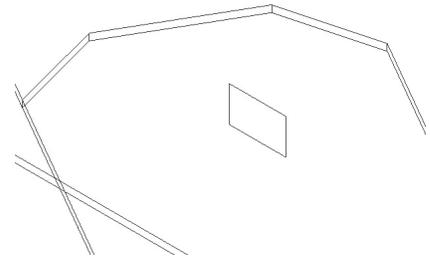

Fig. 53
- Step 13. Key-in **2.2, .91** and press ENTER, **Fig. 53**.